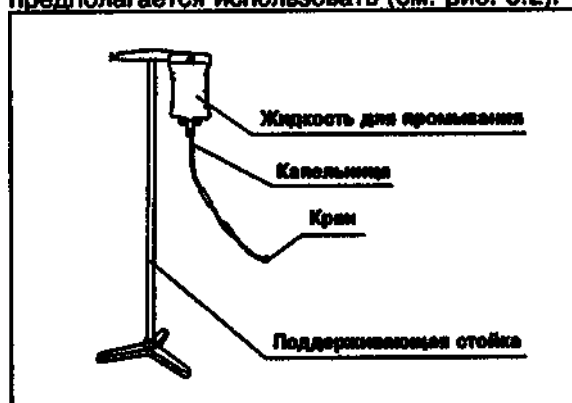

Рис. 3.2
2. Подготовьте и проверьте систему для растяжения полого органа, которую предполагается использовать (см. рис. 3.2).